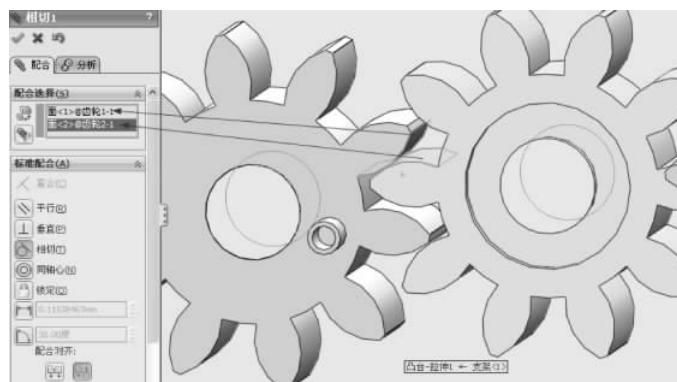

图 3-85 添加相切配合
(8) 添加相切配合,在【标准配合】选项组下选择【相切】配合类型 ,单击【配合选择】选项组下的选择框,然后在图形区域中选择左侧齿轮上的一个齿面和中间齿轮上的一个齿面,如图 3-85 所示,单击【确定】按钮 ,完成相切的配合。